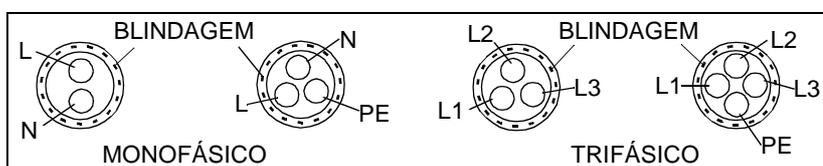

Figura 3-1 Cabos de alimentação permitidos.
**Nota!** Um cabo blindado de três condutores (fase, neutro e terra) ou de quatro condutores (três fases e terra) é recomendado para a ligação da rede, veja Figura 3-1. Dimensione os cabos e os fusíveis de acordo com as correntes de entrada/saída. Veja tabela 3-1. *Sempre preste atenção à legislação local* ao dimensionar os cabos e fusíveis.